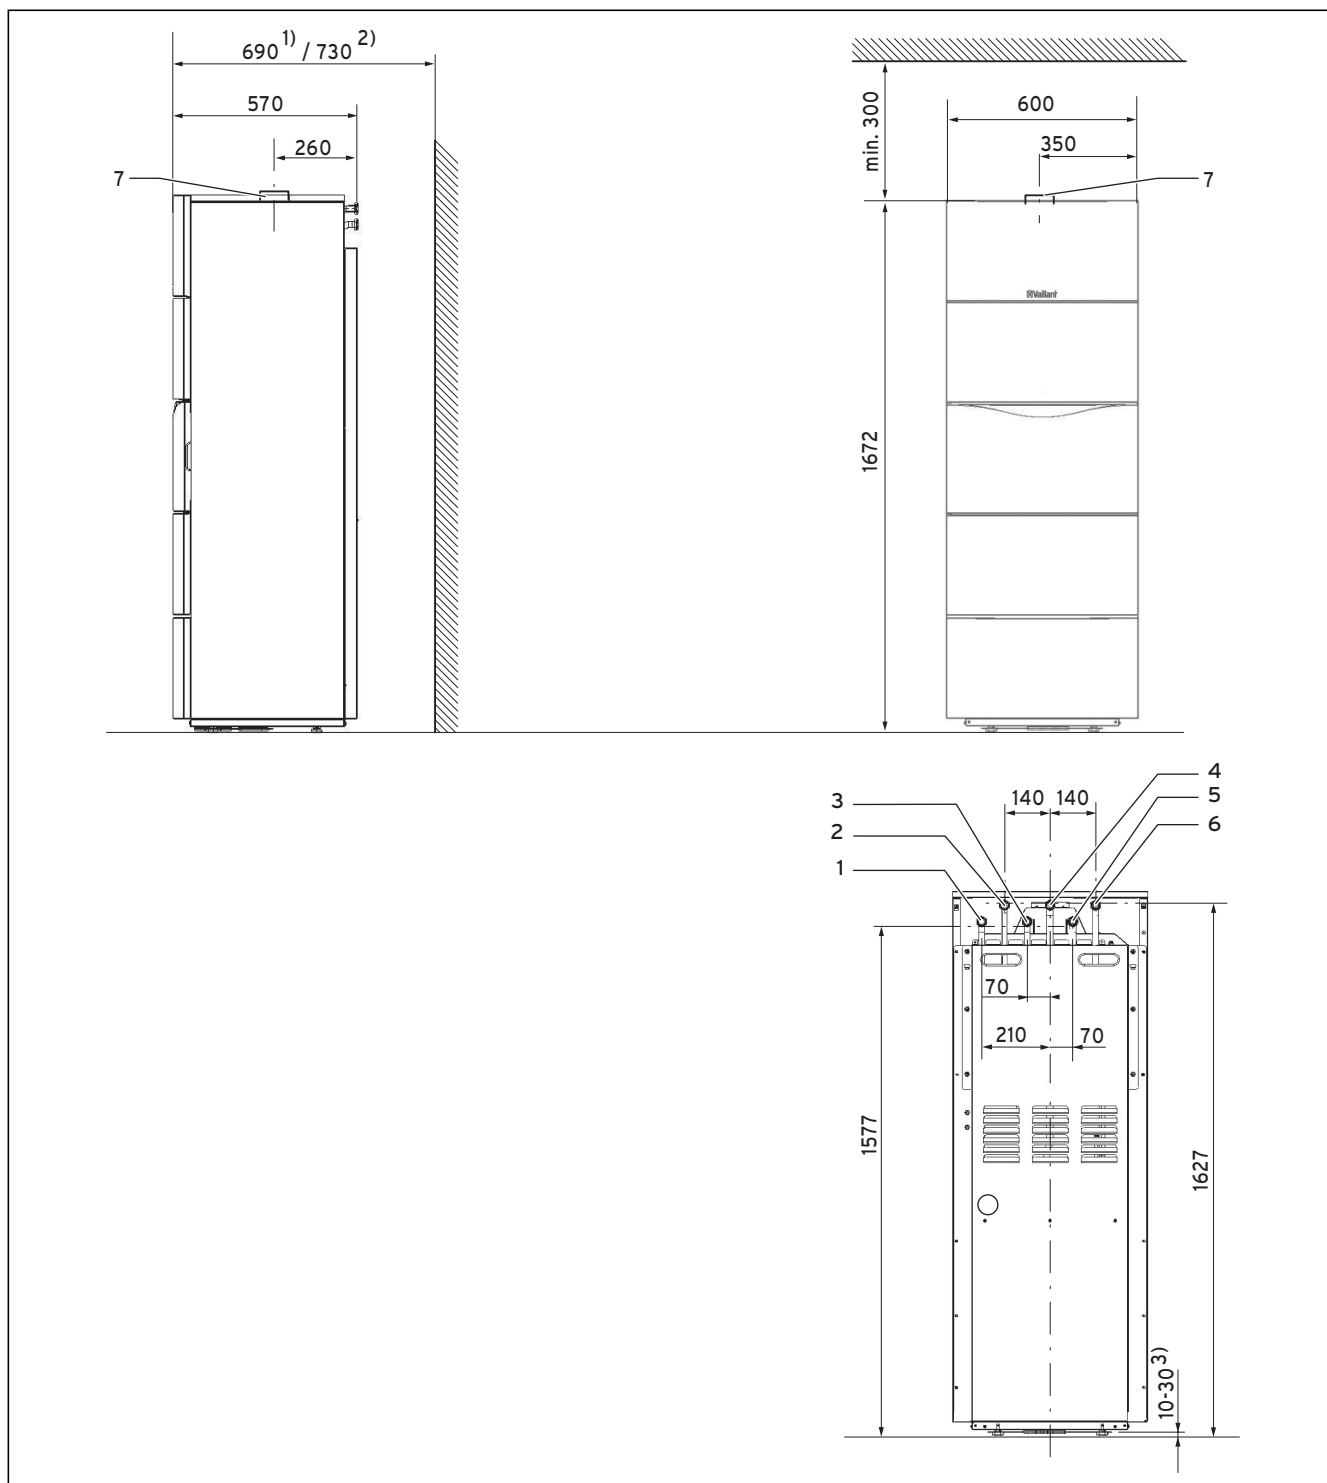

Abb. 4.7 Abmessungen in mm
- Verschrauben Sie die Gasleitung flachdichtend mit dem Gasanschlusssutzen (3), siehe Abbildung 4.7. Um das Gasrohr nicht zu beschädigen, muss es beim Anziehen der Verschraubung an den Schlüsselflächen des Gasrohres mit einem Schraubenschlüssel gehalten werden. Setzen Sie zum Anschluss der Gasleitung einen flachdichtenden Nippel ein.
- Schließen Sie den Heizungsvorlauf am Heizungsvorlauf-Anschluss (6) an, siehe Abbildung 4.7.
- Schließen Sie den Heizungsrücklauf am Heizungsrücklauf-Anschluss (7) an, siehe Abbildung 4.7.
- Schließen Sie den Warmwasseranschluss (WW) (5) an, siehe Abbildung 4.7.
- Schließen Sie den Kaltwasseranschluss (KW) (4) mit den entsprechenden Sicherheitseinrichtungen an, siehe Abbildung 4.7.
Gegebenenfalls kann am Anschluss (2) eine Zirkulationsleitung angeschlossen werden, siehe Abbildung 4.7.